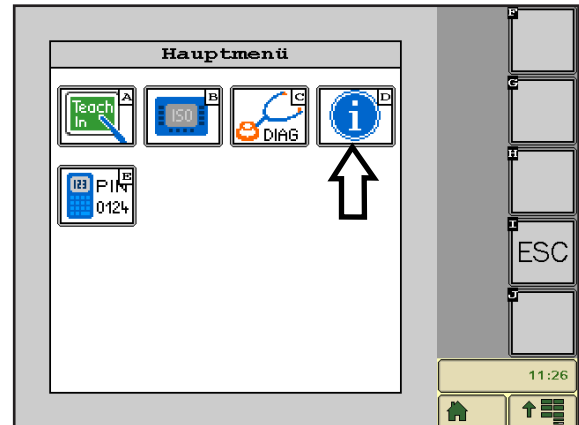
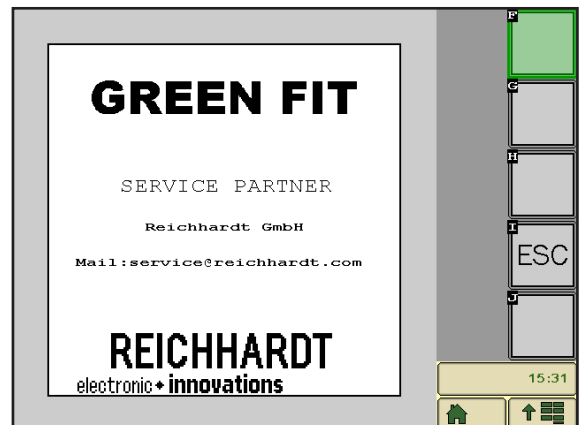

Abb. 25: Systeminformationen aufrufen
Abb. 26: Servicepartner
Wählen Sie im Hauptmenü das i-Symbol (D), um in die Systeminformationen zu gelangen (siehe Abb. 25) und den Servicepartner anzuzeigen (siehe Abb. 26).